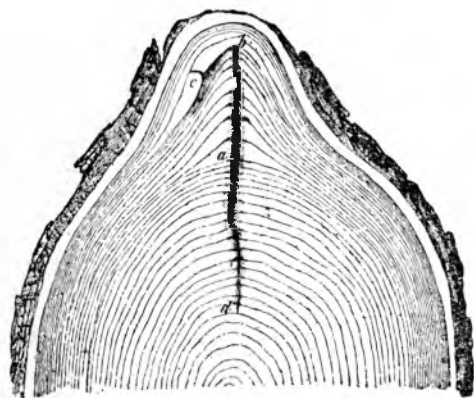

Рис. 2. Морозобоина.
**Морозобоины** (рис. 2) образуются в стволе дерева вследствие действия мороза. Подобные же трещины получаются от удара, полученного при падении другого дерева. Эти трещины часто с течением времени увеличиваются, благодаря попадающей в них зимой воде, которая там замерзает, раздавая еще больше трещину. Иногда же с ростом дерева трещина зарастает.